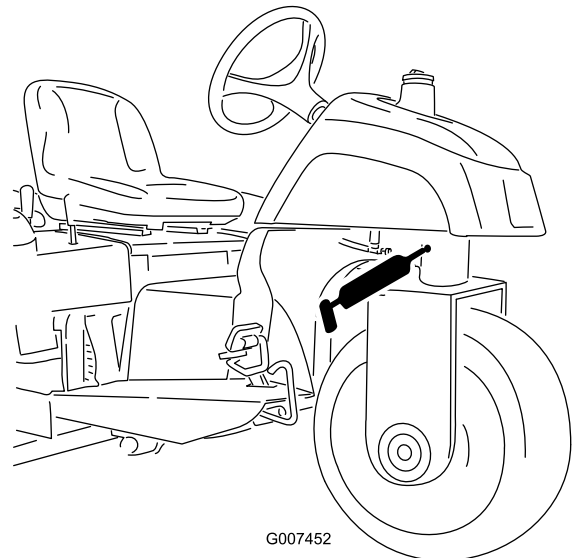

Figura 24
- perno dello sterzo (Figura 24)
Nota: Il raccordo piano sul perno dello sterzo (Figura 24) richiede un adattatore per l'ugello della pistola d'ingrassaggio. Ordinate il componente Toro n. cat. 107-1998 presso il vostro distributore Toro autorizzato.